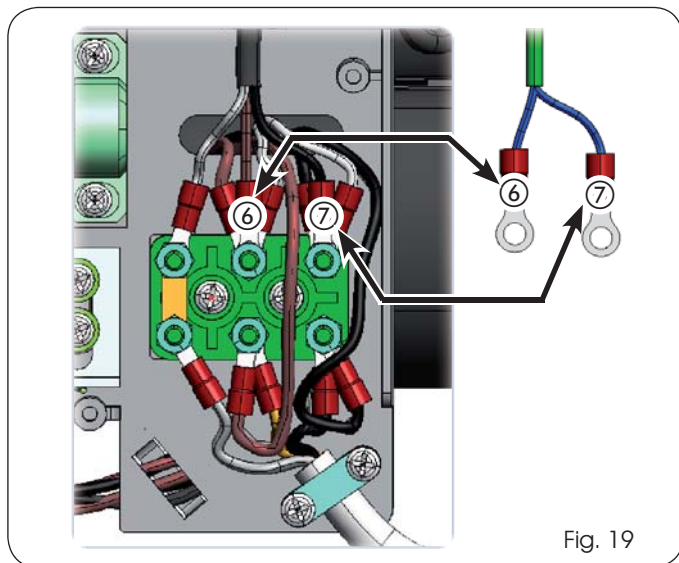

Fig. 19
8. Connecter les deux œillets en provenance de l'électrofrein au bornier du groupe des fins de course d'après la Fig. 19 réf. ⑥ et ⑦;